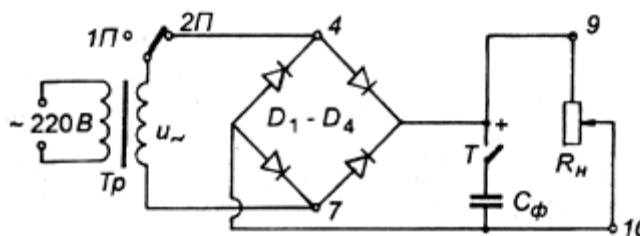

Рис.10
1. Перевести переключатель на макете в положение "Двух-полупериодный выпрямитель". При этом переменное напряжение с трансформатора поступает в точки 4-7 (см. рис.10).